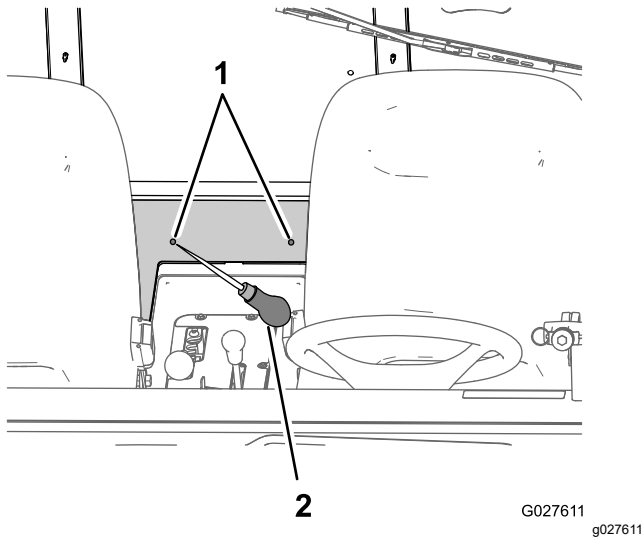

Figura 17
4. Utilice un punzón o una lezna para hacer un orificio en el panel de la espuma interior (Figura 17) en los lugares identificados en el paso 3.